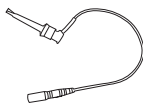

Afbeelding 1
1.3.1 Afbeelding van het hoofdtoestel. (Afbeelding 1)